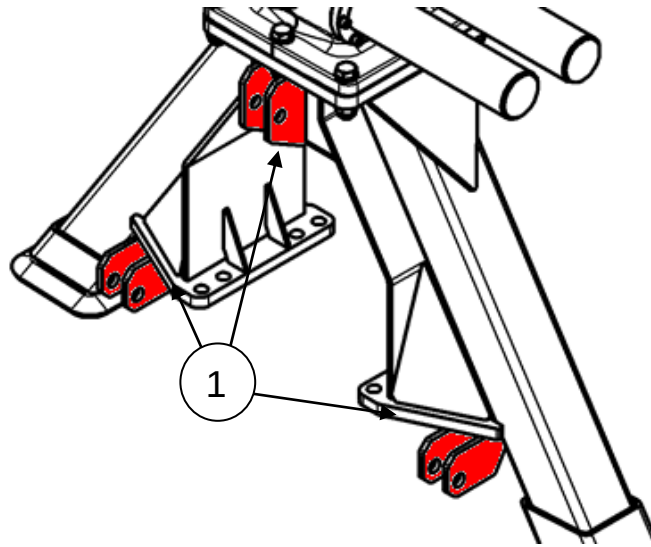

Figure 5.1 Jonctions de tringlerie à 3 points sur pied de support
Avant de monter la grue sur l'attelage 3 points (pos.1, fig.5.1) assurez-vous que: